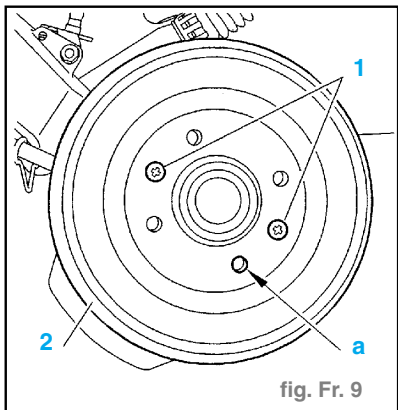

fig. Fr. 9
- les vis (1), (fig. Fr. 9)
- le tambour (2).